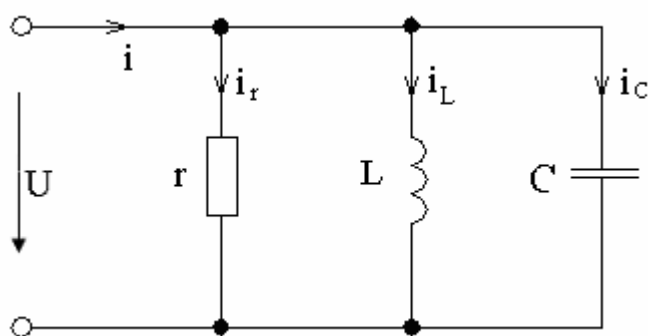

Рис. 60
37. В неразветвленном участке цепи, состоящей из параллельно соединенных активного сопротивления $r=40$ Ом, индуктивности $L=0,054$ Г, емкости $C=53$ мкФ ток $i=5\sqrt{2}\sin(\omega t)$ А (рис. 60). Определить действующие значения приложенного напряжения и токов в ветвях. Построить векторную диаграмму и записать выражения для мгновенных значений всех величин, а также мощности. Определить активную и реактивную мощности.